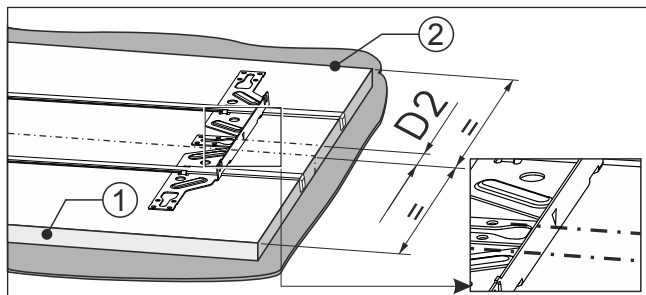

Fig. 94
- ▶ Маркировката на крепежната траверса лежи върху маркировката Fig. 94 (D2).